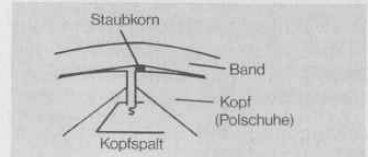

Bild 7
8.2 Frequenzgangbeeinträchtigungen: für den jeweils optimalen Frequenzgang sind eine saubere Kopf-oberfläche sowie ein einwandfreier Band-Kopf-Kontakt sehr wichtig. Da im Bereich der hohen Frequenzen die Bandwellenlängen sehr klein sind, ist das auf der Schicht des Magnetbandes austretende Magnetfeld sehr flach. Bereits der kleinste Abstand zwischen Band und Kopf schwächt den Magnetfluß im A/W-Kopf und senkt so die Wiedergabespannung (Bild 7).